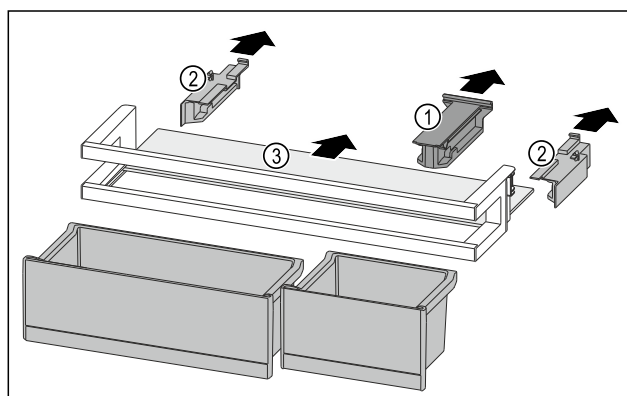

Fig. 92
- ▶ Estrarre l'elemento di tenuta Fig. 92 (1).
- ▶ Togliere gli elementi laterali Fig. 92 (2).
- ▶ Rimuovere il ripiano Fig. 92 (3).